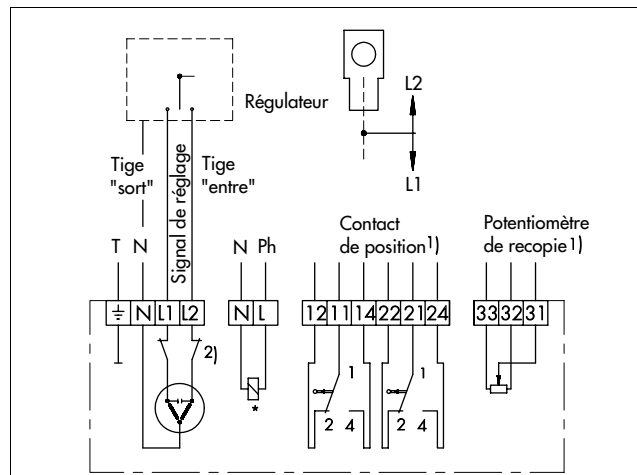

Fig. 8 · Schéma de branchements des servomoteurs sans positionneur
La fig. 8 représente le schéma de raccordement des servomoteurs sans positionneur. Les signaux de réglage du régulateur sont reliés aux bornes L1 et L2. Lorsque le signal est sur la borne L2, le moteur tire la tige de servomoteur (4) et la bielle (5) vers le haut. Par contre, lorsque le signal de réglage sur la borne L1, la bielle et la tige de servomoteur sont poussées vers le bas.